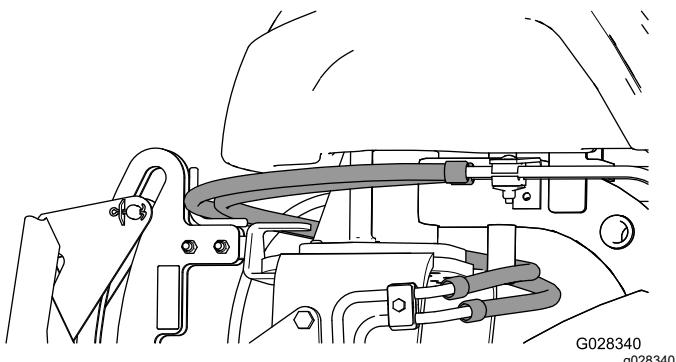

Figure 16
**Important:** Veillez à faire passer les flexibles existants au-dessus du guide, comme montré à la Figure 16.